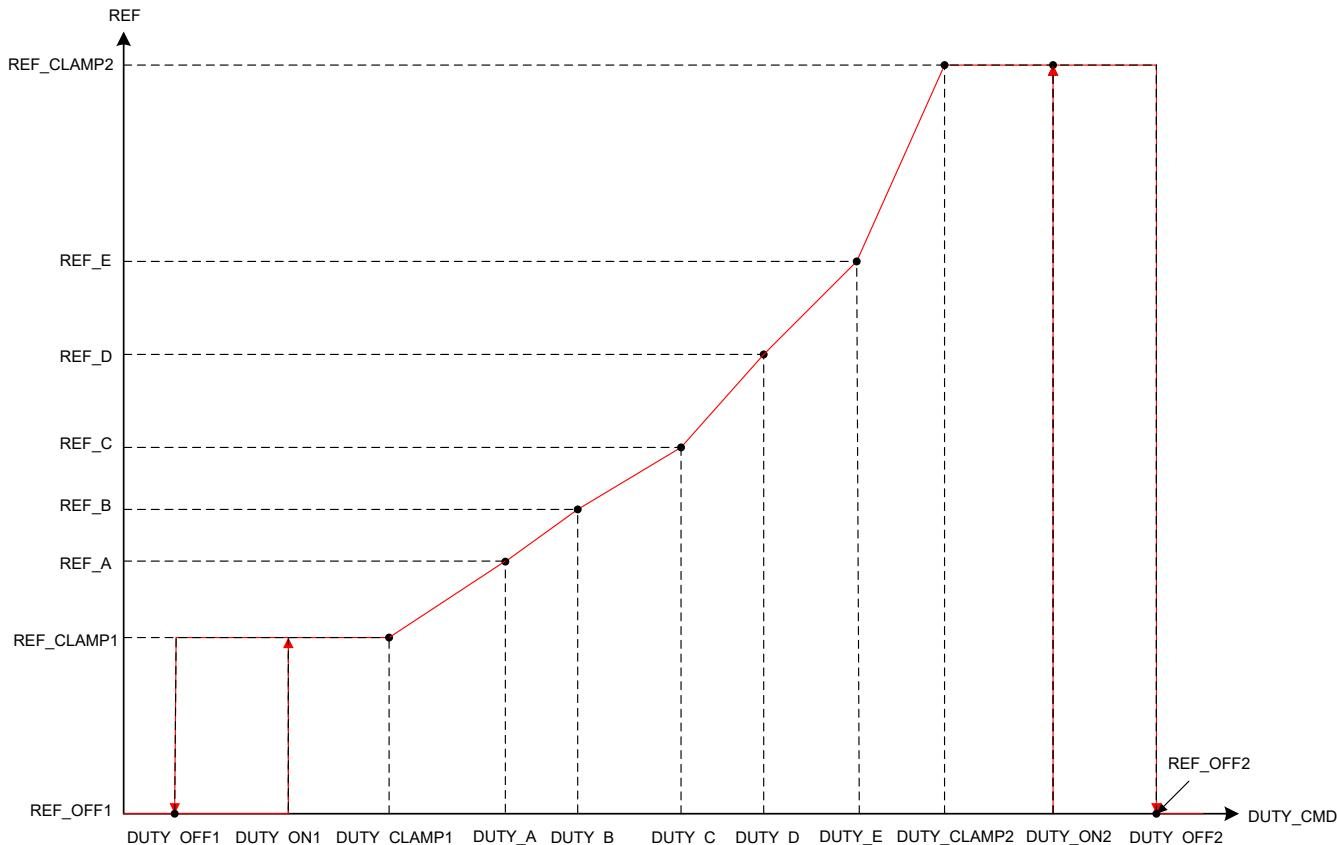

图 7-10. 线性控制曲线
- `Duty_OFF1` 和 `Duty_ON1` 配置基准控制输入 `REF_CLAMP1` 和 `REF_OFF1` 周围的迟滞，如图 7-10 所示。
- `DUTY_A` 配置基准 `REF_A` 的占空比命令。基准在 `DUTY_CLAMP1` 和 `DUTY_A` 之间从 `REF_CLAMP1` 到 `REF_A` 线性变化。`DUTY_A` 到 `DUTY_E` 的顺序必须与图 7-10 中所示的顺序相同。
- `DUTY_OFF2` 和 `DUTY_ON2` 配置基准控制输入 `REF_CLAMP2` 和 `REF_OFF2` 周围的迟滞，如图 7-10 所示。